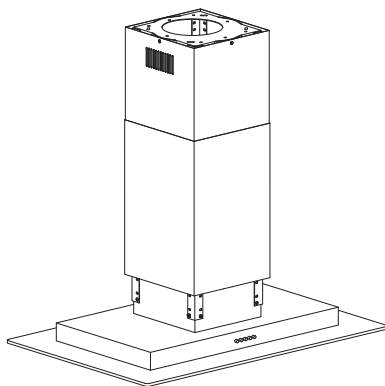

Fig. 21
- Após a fixação da coifa, retirar a(s) presilha(s) que mantém o chaminé inferior unido ao superior e baixar o mesmo até que encaixe na base do corpo da coifa [Fig.21].